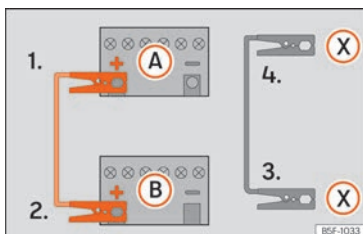

Fig. 83 Esquema de conexión para vehículos con sistema Start Stop.
- 4b. En los vehículos con sistema Start-Stop: emborne un extremo del cable negro de emergencia (X) a un terminal de masa adecuado, a una pieza de metal maciza que vaya atornillada al bloque motor o al mismo bloque motor » » » fig. 83.
5. Emborne el otro extremo del cable negro de emergencia (X), en el vehículo con la batería descargada, a una pieza de metal maciza que vaya atornillada al bloque motor o al mismo bloque motor pero lo más alejado posible de la batería (A).